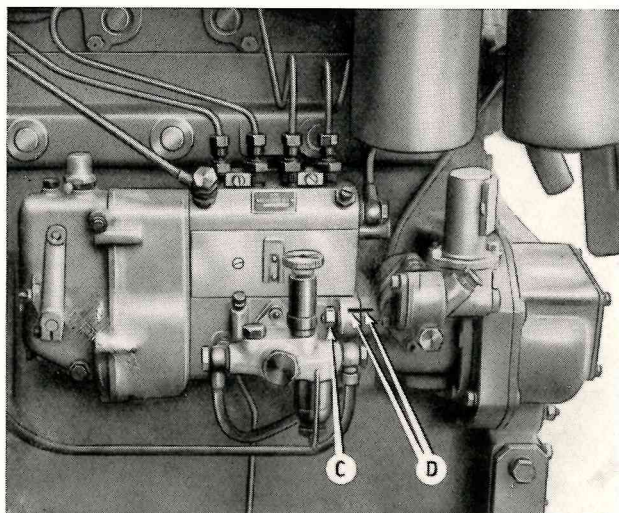

Fig. 260 - Pompa iniezione montata sul motore.
Pompa iniezione tipo PES 4 A 80 B 410 : L 4/3 (licenza Bosch) collegata mediante flangia al basamento motore (fig. 260).
Per il montaggio della pompa iniezione sul basamento motore è necessario fare imboccare la boccola dentata di trascinamento nel manicotto di comando e far coincidere la tacca incisa sulla flangia a quella di attacco sul basamento (D, fig. 260).
La pompa così montata dovrebbe essere in fase con il motore; è consigliabile però eseguirne il controllo con il metodo per traboccamento come è stato descritto a pagina 53 per la pompa PE 4 A 80B 410 : L4/9 del motore CO1D/45. L'unica variante è rappresentata dalla mancanza del giunto di comando sul quale agire per la correzione dell'istante di fine mandata, per cui è necessario allentare i dadi di fissaggio pompa alla flangia del basamento (C, fig. 260) fino a ruotare leggermente la pompa in modo da spostare verso l'alto o verso il basso la tacca incisa sulla sua flangia (D) a seconda che si debba ritardare o anticipare la fine dell'iniezione.